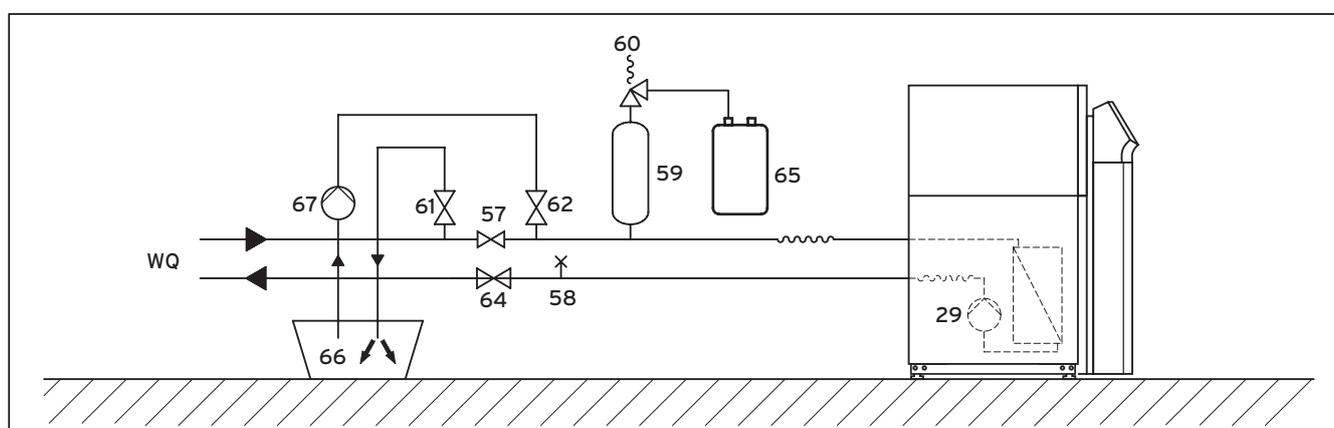

Fig. 5.1 Circuito de solución salina
- Vierta a continuación la mezcla de solución salina desde el contenedor (66) al sistema de la fuente de calor. Para ello se requiere una bomba de llenado (67), que al llenar el circuito del colector lo purga a la vez. Vaillant recomienda la bomba de llenado de Vaillant (referencia: 307 093). La tubería de presión de la bomba se conecta a la llave de paso (62) (véase fig. 5.1).
- Cierre la llave de paso (57).
- Abra las llaves de paso (62) y (64).
- Abra la llave de paso (61) y enchufe una manguera, que acabe en la mezcla de glicol, a la llave.
- Inicie la bomba de llenado (67) para llenar la manguera del colector.
### Leyenda de la fig. 5.1
- Mezcle en un contenedor externo (p. ej., bidón de plástico, véase fig. 5.1, pos. 66) agua con anticongelante en la concentración prescrita. Cada mezcla debe diluirse cuidadosamente.
- Deje la bomba de llenado (67) en marcha hasta que de la manguera de la llave de paso (61) salga líquido sin mezcla de aire.
- Abra ahora la llave (57) para que pueda salir el aire entre las válvulas (61) y (62).
- Cierre la llave (61) y presurice el circuito de solución salina con la bomba de llenado (67). Preste atención a que la presión no exceda los 3 bar.
- Cierre ahora también la llave de paso (62).
- Desconecte la bomba de llenado (67) y retire la manguera de llenado.
- Abra la válvula de seguridad (60) para dejar salir una posible sobrepresión. El depósito de compensación de solución salina debe estar lleno de líquido hasta 2/3 partes. Asegúrese de que la llave (61) se encuentra cerrada.